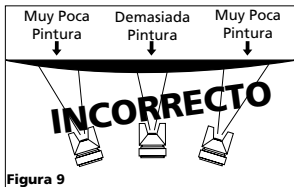

Figura 9
- Mantenga la boquilla de 15,2 cm-22,9 cm de la superficie que va a pintar todo el tiempo y siempre mantenga la pistola en movimiento mientras esté rociando. Si para de moverla la pintura se acumulará y se chorreará. No mueva la pistola de un lado a otro como un abanico. Este tipo de movimiento crea depósitos de pintura que se concentran en el centro del área cubierta y aplica muy poca pintura en los bordes (Vea la Figura 9).